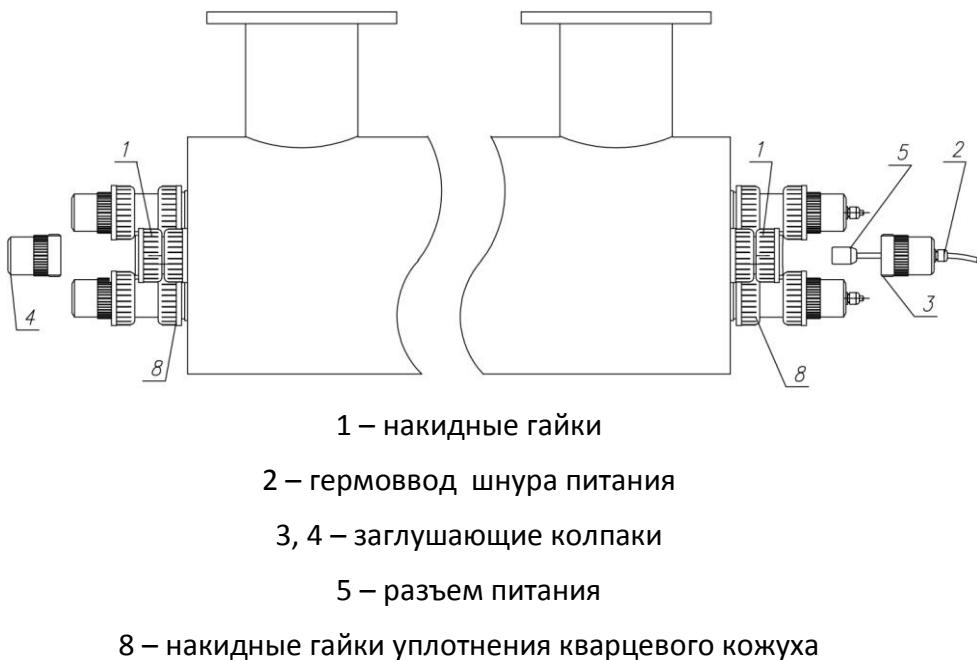

Рис. 3 Демонтаж УФ-лампы
- 2) Ослабить уплотняющую гайку на гермовводе (2) (см. Рис. 3)
- 3) Отвинтить гайки (1) на обеих торцах реактора и снять колпаки (3, 4)
- 4) Отсоединить разъем питания (5) от лампы
- 4) На противоположный конец лампы надеть центрирующее кольцо (7), зафиксировать тем самым лампу внутри кварцевого кожуха (10)
- 5) Соединить разъем питания (5) с штырковыми контактами на цоколе лампы (6) (см. Рис. 3)
- 6) Затянуть накидную гайку (1) по резьбе заглушающего колпака (3) (см. Рис. 3)
- 7) Затянуть накидную гайку на резьбе заглушающего колпака (4) (см. Рис. 3)
- 8) Затянуть гайку гермовода шнура питания (2) , (см. Рис. 3)